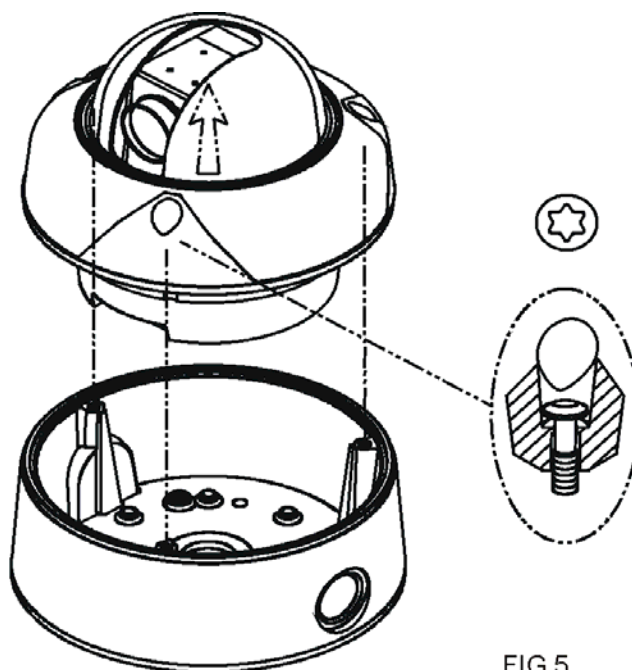

FIG.5
3. Nach dem verbinden der Anschlüsse können Sie den Dome wieder zusammenschrauben (FIG.5).